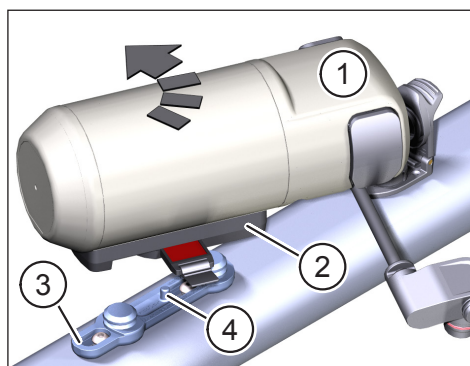

Fig. 18: Föra in räckviddsförlängaren
- ▶ Placera räckviddsförlängaren (nr 1 i fig. 18) med den fästade FIDLOCK® Force Connector (nr 2 i fig. 18) diagonalt på FIDLOCK® Bike Base (nr 3 i fig. 18). Stiftet (nr 4 i fig. 18) på FIDLOCK® Bike Base måste glida in i motsvarande uttag i FIDLOCK® Force Connector när den sätts på. Magneterna hjälper till att hålla fast räckviddsförlängaren, som ska låsas på plats automatiskt med ett hörbart klick.